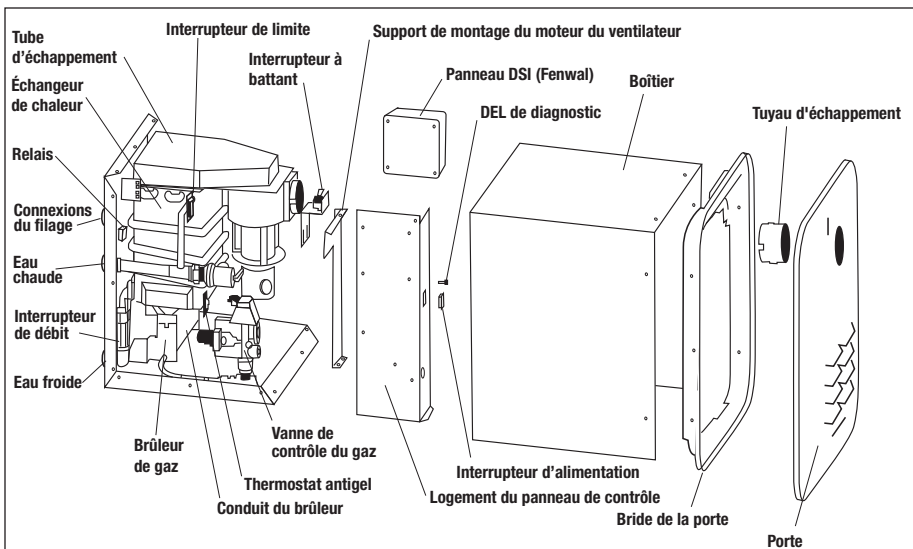

Figure 9 - Vue éclatée du modèle GSHW-1 et identification de ses principales composantes
- 1. Figure 9** : Montre une vue éclatée du chauffe-eau GSWH-1 avec le nom de toutes les composantes.